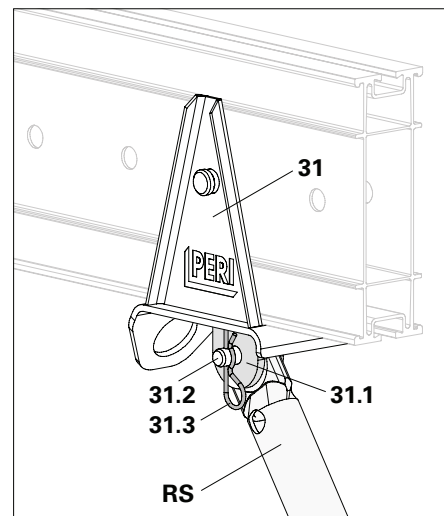

Fig. A8.02
- Collegare puntello (RS) e staffe (31.1) con perno (31.2) e inserto a molla (31.3). (Fig. A8.02)